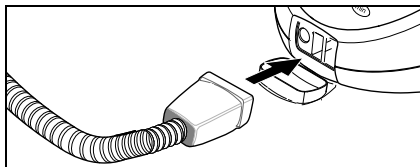

Fig. 5
- Introduceți fișa pentru abur (C7) și fi xați-o în priză aparatului (A1). Astfel, cele două blocatoare ale fișei pentru abur trebuie să intre în capacul prizei aparatului (vezi fig. 5).